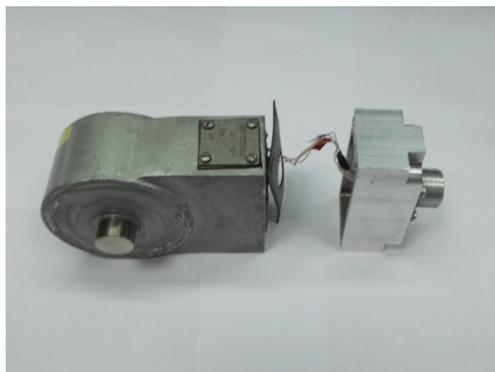

Рис. 1
3.4.1. Установка датчика натяжения “ДН-10” на верхний блок-баланс производится, согласно приложению 1 и рис.1, в следующей последовательности:
4.7.1. Выключение и демонтаж датчика натяжения “ДН-10”, установленного на верхнем блок-балансе, производить, согласно приложению 1 и рис.1, следующим образом: